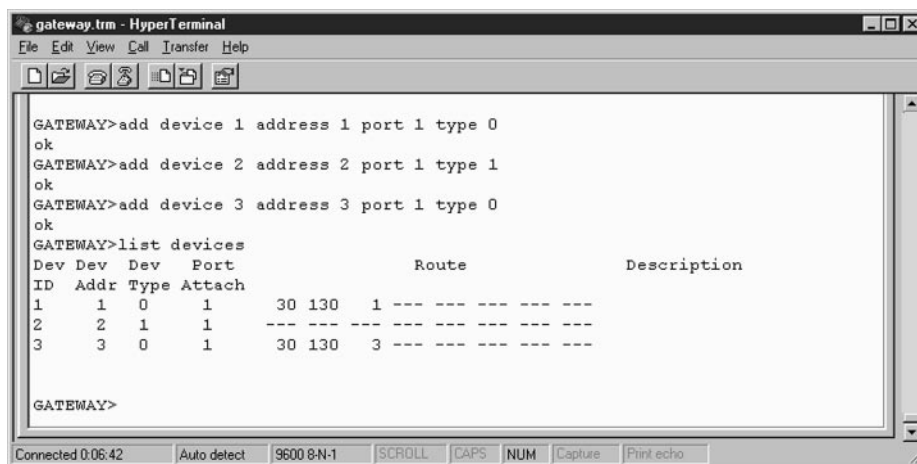

Figura 5-5: Adición de dispositivos con la herramienta de configuración de la puerta
11. Añada los dispositivos (figura 5-5).